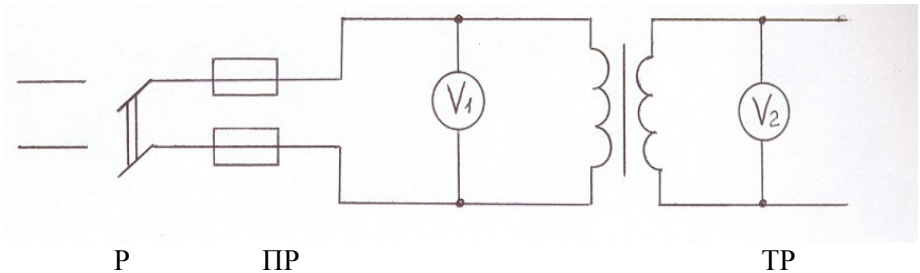

Рис.2.
Как видно из (4) токи в обмотках трансформаторов обратно пропорциональны напряжениям, т.е. числом витков W_1 и W_2 (1). Поэтому обмотку высшего напряжения делают из большего числа витков провода с меньшей площадью сечения, а обмотку низшего напряжения выполняют из меньшего числа витков провода с большой площадью сечения. Для экспериментального определения коэффициента трансформации, проводится опыт по схеме привезенной на рис.2.
- подключить напряжение сети к обмотке высшего напряжения трансформатора (включить рубильник) при разомкнутой вторичной обмотке (рис.2);